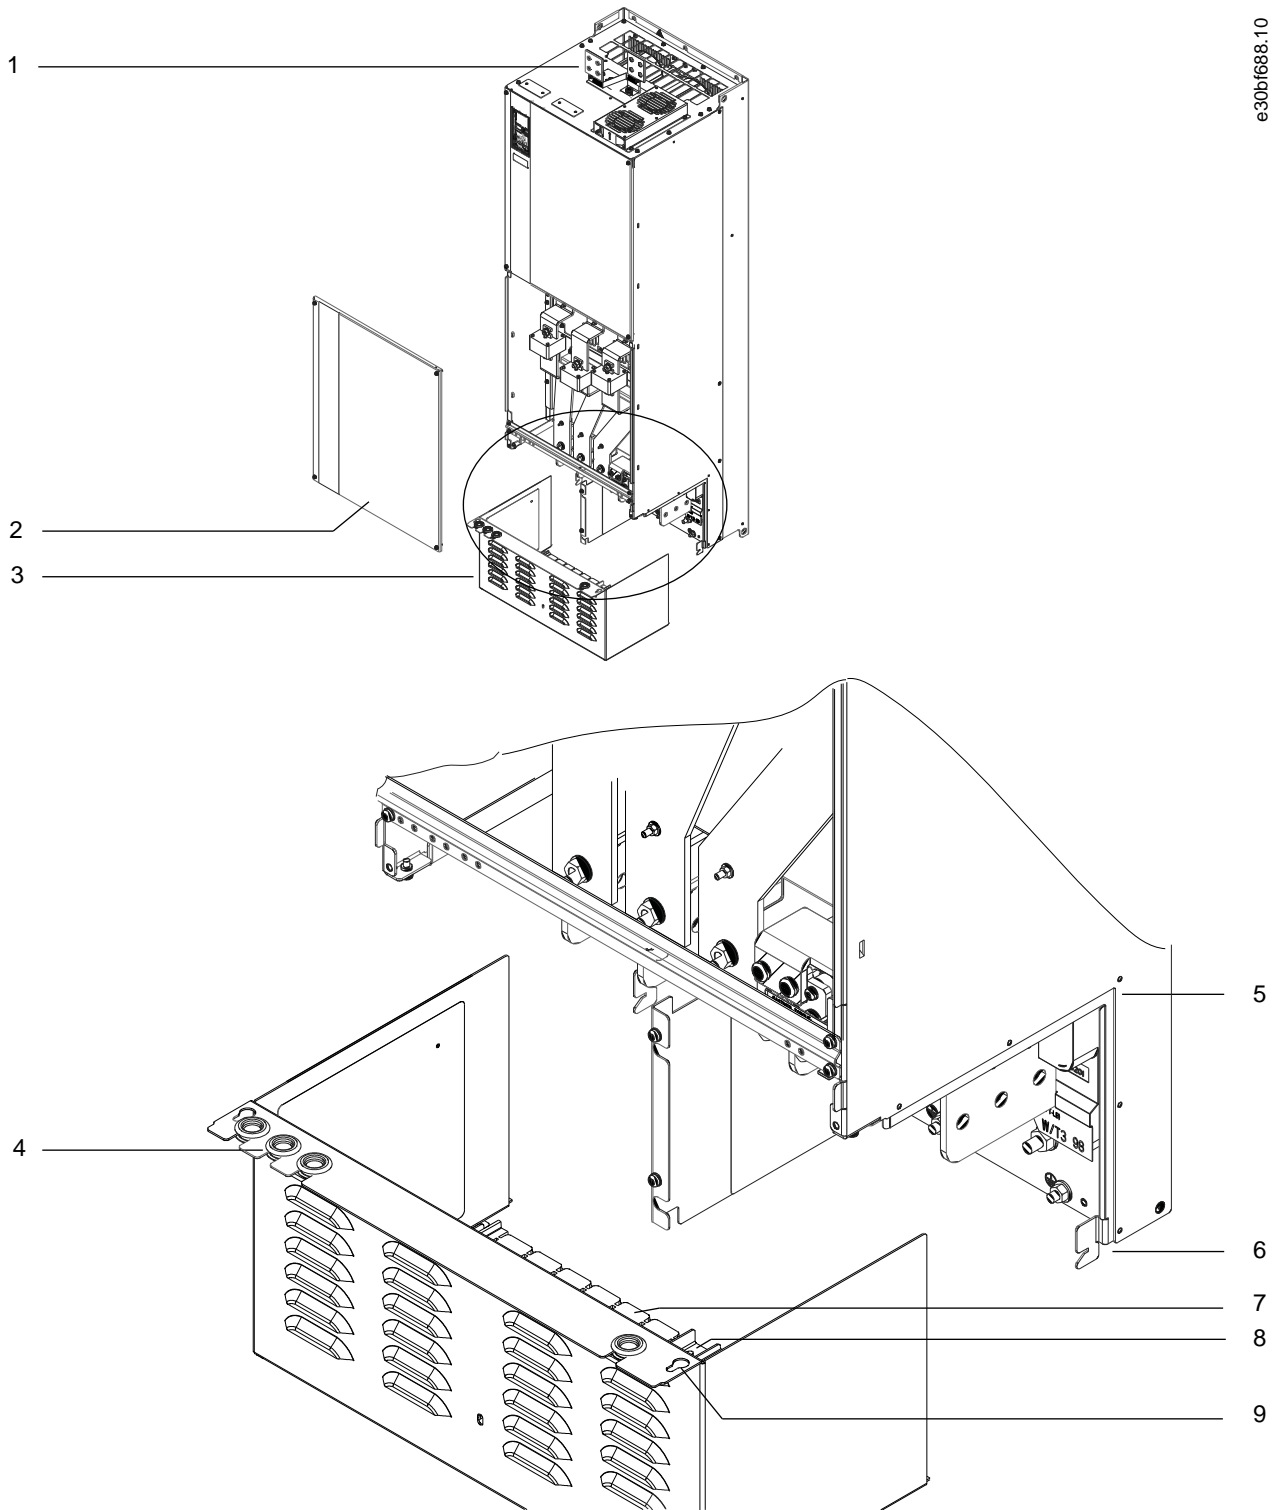

Abbildung 15: Montage von Kabeleinführungsplatte und Klemmenabdeckung
1. Nehmen Sie die untere Abdeckung und die Klemmenabdeckung ab. Siehe Abbildung 15.
4. Schieben Sie die Kunststoffkabeleinführungsplatte (7) in die unteren Schienen der Klemmenabdeckung ein.
5. Neigen Sie die Vorderseite der Klemmenabdeckung nach unten, bis die Befestigungspunkte (8) auf den Schlitzwinkeln (6) aufliegen.
6. Stellen Sie sicher, dass die Seitenwände der Klemmenabdeckung an der äußeren Schienenführung (5) sind.
8. Neigen Sie die Vorderseite der Klemmenabdeckung nach oben, bis die Befestigungsbohrung unten im Laufwerk an der Schlüsselbohrung (9) in der Klemme ausgerichtet ist. Befestigen Sie dies mit 2 T25-Schrauben mit einem Anzugsmoment von 2,3 Nm (20 in-lb).